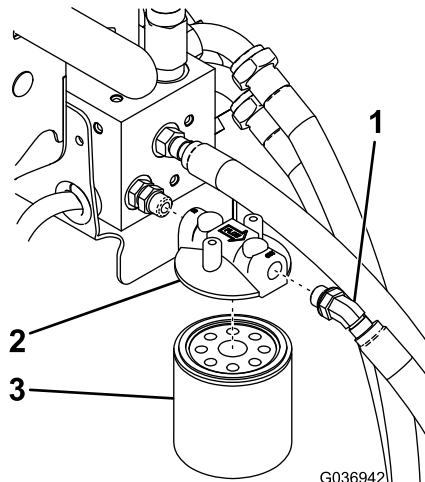

Figura 11
3. Instale la cabeza del filtro y el acoplamiento de manguera de 45° al acoplamiento del orificio T del distribuidor, según se muestra en Figura 11.